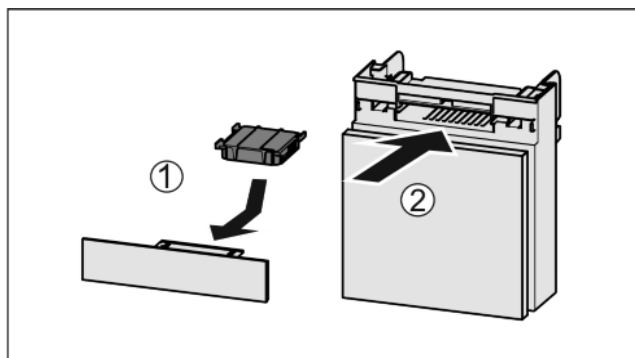

Fig. 42
- ▶ Aktivkohlefilter nach Abbildung einsetzen Fig. 42 (1).
- ▶ Fach einschieben Fig. 42 (2).